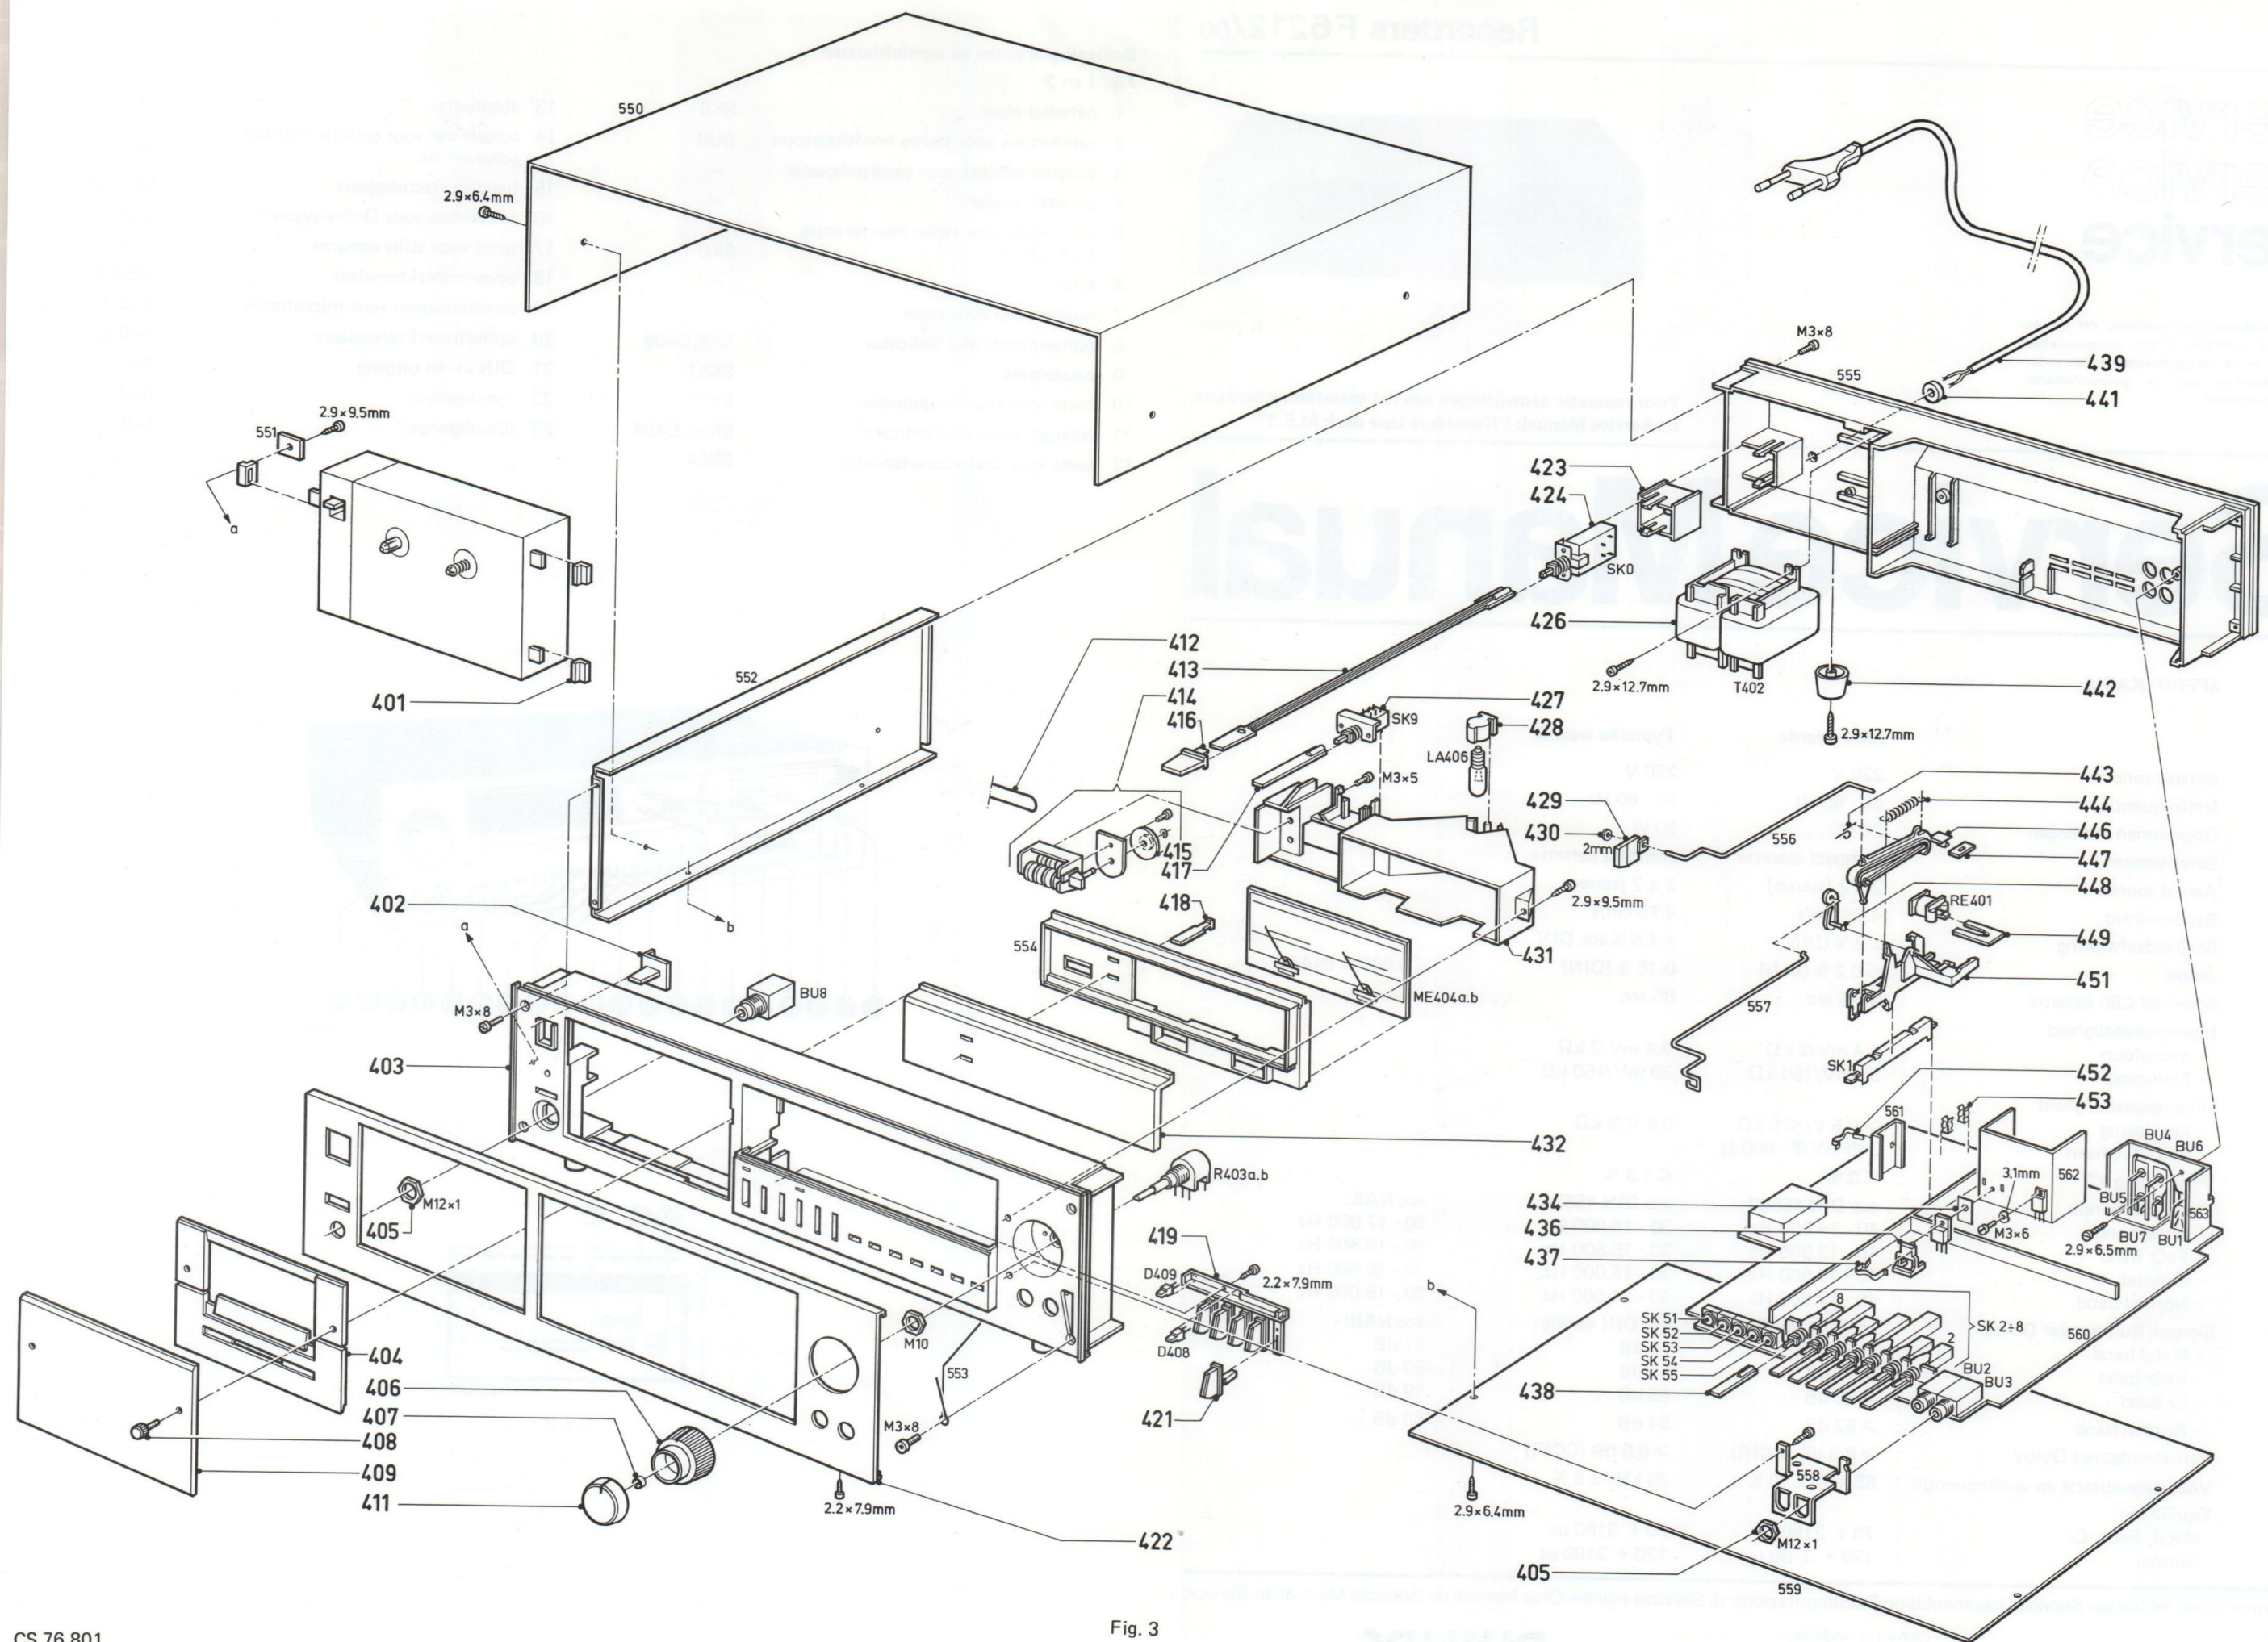

Fig. 3
In dit type apparaat is een automatische stopschakelaar gemonteerd op de mechanische teller (pos. 414 in fig. 3). Zorg ervoor dat bij het testen van de loopwerkfunkties: Play, Wind en Rewind de tellersnaar (pos. 412 in fig. 3) is aangebracht en schakelaar SK58 (fig. 10) is aangesloten.